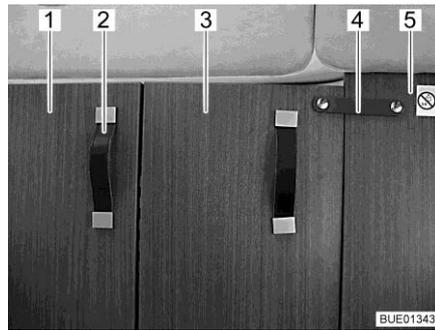

Fig. 54 Separación de la cabina del conductor, cerrada
- Tirar de la separación de la cabina del conductor (Fig. 54,1) con el asidero (Fig. 54,2) completamente hacia atrás.
- Fijar la parte plegable de la separación de la cabina del conductor (Fig. 54,3) con la cinta de seguridad (Fig. 54,4) en la pared intermedia fija (Fig. 54,5), por detrás del asiento del acompañante.